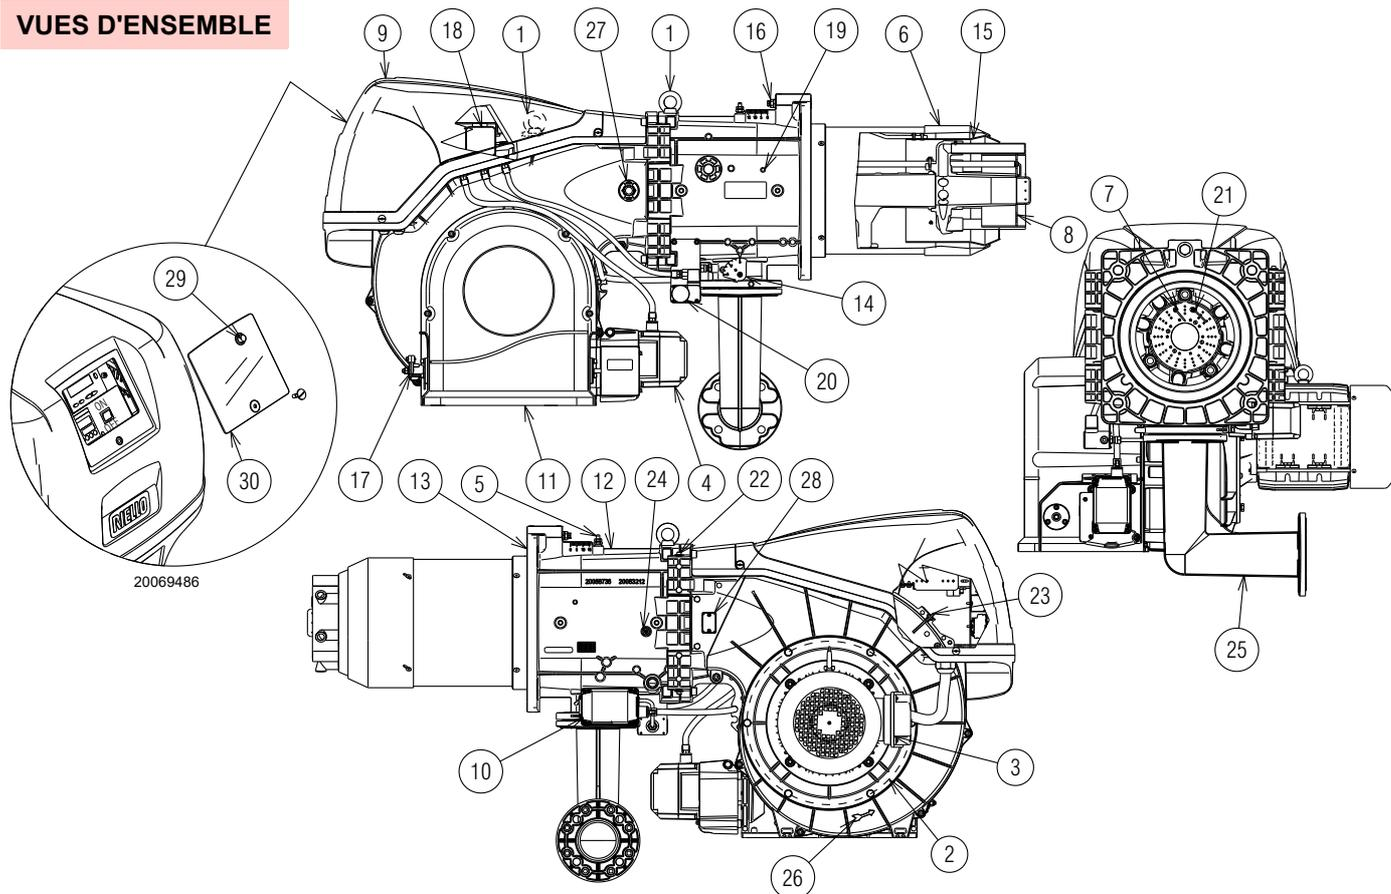

Fig. 4
- (1) Conditions de référence: Température ambiante 20 °C - Température du gaz 15 °C - Pression barométrique 1013 mbar - Altitude 0 m au-dessus du niveau de la mer.
- (2) Pression à la prise du pressostat 5)(Fig. 4 à la page 12) avec pression zéro dans la chambre de combustion et à la puissance maximale du brûleur.
- (3) Pression sonore mesurée dans le laboratoire de combustion du constructeur, avec le brûleur fonctionnant sur la chaudière d'essai, à la puissance maximale. La puissance sonore est mesurée grâce à la méthode en « champ libre », prévue par la norme EN 15036, et conformément à la précision de mesure « Précision : Catégorie 3 », comme décrit par norme EN ISO 3746.